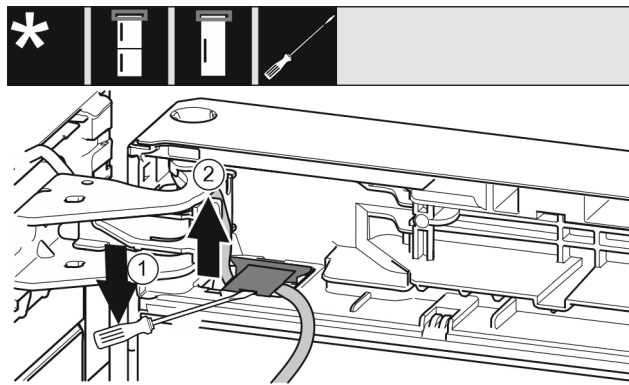

Fig. 21
- Ngrini lart kapakun mbulues me një kaçavidë dhe tërhiqeni jashtë. Fig. 21 (1)
- Tërhiqni kabllon jashtë. Fig. 21 (2)